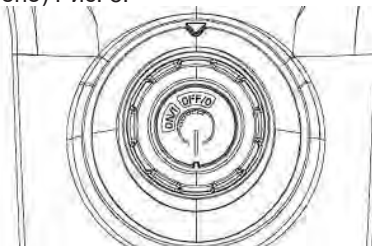

Рис. 8 Включение аппарата
3. Переведите выключатель аппарата в положение «ON/I» (Включено) (Рис. 8). Электродвигатель включится на короткий промежуток времени и сразу выключится.
Для выключения аппарата переведите выключатель в положение OFF/O (Выключено) Рис. 8.
Для перерыва в работе необходимо опустить рычаг включения пистолета. В случае продолжительных перерывов в работе (более 5 минут) устройство необходимо выключить (Рис. 8). После 15 минут непрерывной работы делайте перерыв на 15 минут, чтобы устройство остыло.